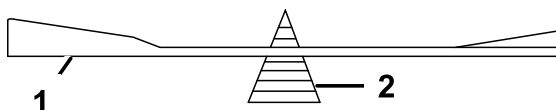

Figura 68
- Verifique o equilíbrio da lâmina colocando-a num equilibrador de lâminas (Figura 68).